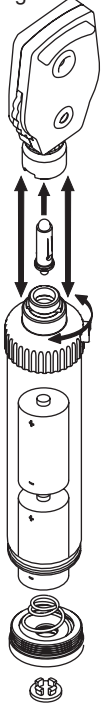

Fig. 2
Überprüfen Sie den Zustand der Batterien regelmäßig, um sicherzustellen, dass keine Anzeichen von Korrosion oder Oxidation zu erkennen sind. Wenn die Batterien ausgetauscht werden müssen, wird empfohlen, neue Alkalibatterien zu verwenden. Zum Austausch der Batterien siehe Abb. 2.
Entfernen Sie den Oberteil des Ophthalmoskops gemäß den Anweisungen in der Gebrauchsanleitung (siehe Abb.2) .
- Setzen Sie nach dem Öffnen die Batterien ein und achten Sie dabei auf eine korrekte Polung (siehe Abb. 2).